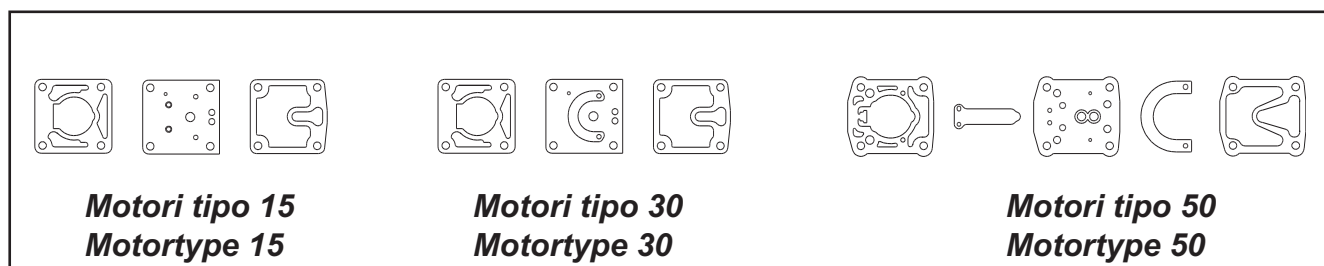

Fig. 11
- Il difetto può essere causato dalla rottura delle valvole o delle guarnizioni (Fig.11). Procedere immediatamente alla sostituzione del particolare danneggiato.
- Fejlen kan skyldes brud på ventil eller pakning (fig. 11). Den defekte del udskiftes straks.